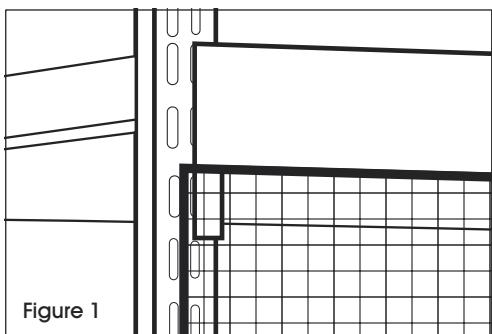

Figure 1
1. Align the pallet rack netting with the center of the upright and the bottom of the shelf beam. (See Figure 1)
1. Alignez le filet de support à palette avec le centre du montant et la partie inférieure de la traverse de soutien. (Voir Figure 1)